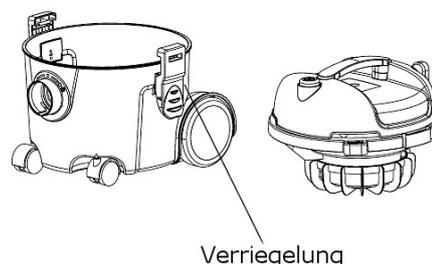

Abb. 14: Öffnen des Schmutzbehälters
Schritt 1: Schalten Sie den Trockensauger aus und nehmen Sie den oberen Teil des Behälters ab nachdem Sie die seitlichen Verriegelung geöffnet haben (Abb.14).